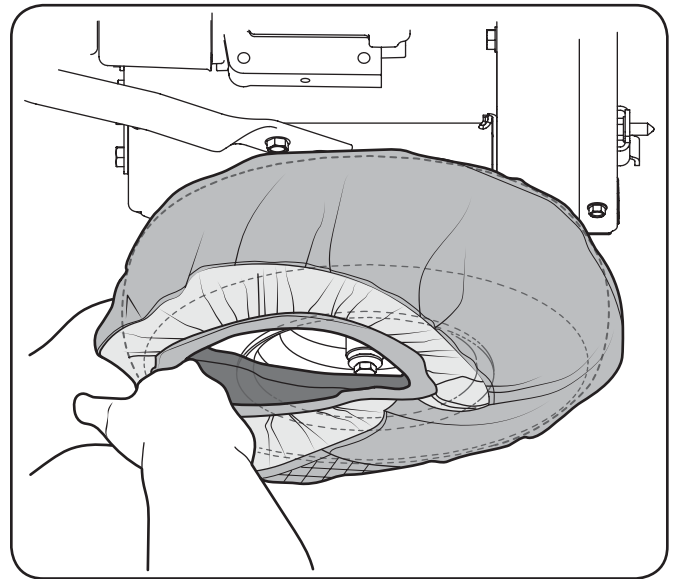

Figura 5-5
1. Coloque una funda para nieve en la parte superior de la rueda de la base de potencia FLEX™, como se indica en la Figura 5-5, luego pase el resto de la funda por la parte inferior de la rueda.